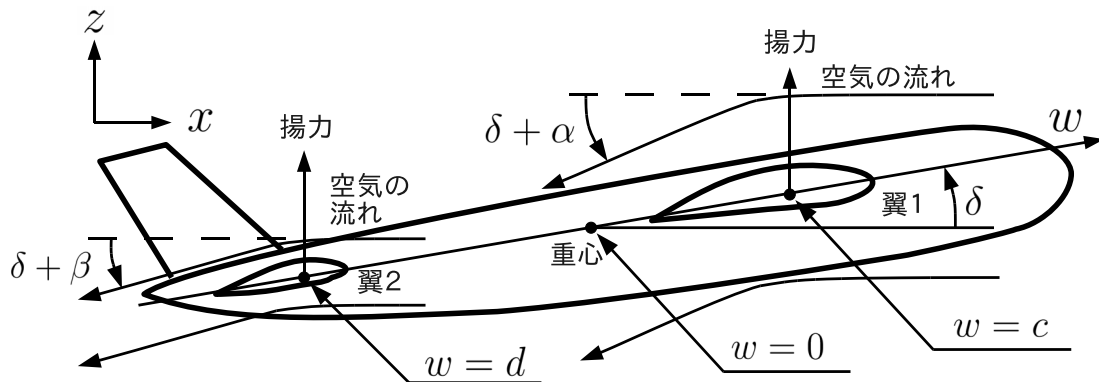

図 2-3
次に示す図 2-3 のように飛行機が飛行している状況を想定し, 主翼 (翼 1) と水平尾翼 (翼 2) による揚力が機体に与える影響を考察する。
- 翼 1 と翼 2 の揚力は, それぞれ, 1 点で集中して受けるものとし, その 2 点と飛行機の重心は zx 平面に含まれる同一直線上にある。そして, 図 2-3 のように, その直線上に w 軸をとる。
2-2 zx 平面内の機体の回転に対する重心まわりの力のモーメントの値を示せ。このとき、図 2-3 において機体を反時計回りに回転させる力のモーメントを正として記すこと。